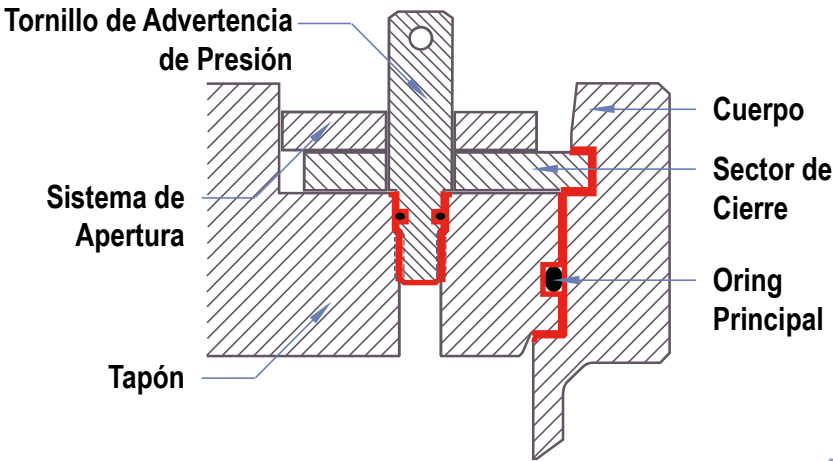

Fig. 7
f. Una vez concluido el proceso de soldadura, **y que el conjunto se encuentra a temperatura ambiente**, abrir la tapa y limpiar totalmente los restos de grasa, inclusive si estan quemados y adheridos a las superficies en las zonas indicadas en la fig. 7 del punto 4.1 de este manual.
d. Una vez realizada esa comprobación, lubricar abundantemente con grasa todas las zonas de contacto indicadas en la fig. 7, instale el oring, engrasarlo y proceder con el cierre.